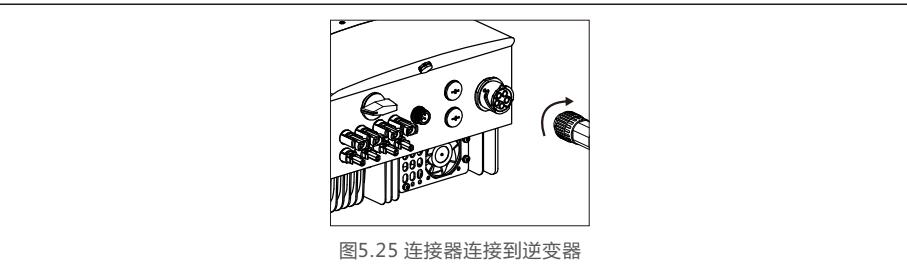

图5.25 连接器连接到逆变器
C) 将交流连接器连接到逆变器上, 然后向右旋转交流连接器(如图5.25所示)。听到轻微的咔哒声后表示连接妥当。